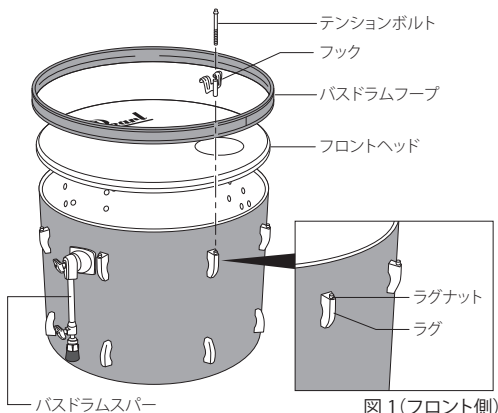

図1(フロント側)
1. バスドラムのフロント側(バスドラムスパーのついている方)を上にしてシェルを床に置き、パール・ロゴのあるヘッドをかぶせ、バスドラムフープをのせます(図1)。
2. フックにテンションボルトを通し、バスドラムフープにフックを引っかけ、ラグのラグナットにネジ込んでヘッドにテンションをかけます(図1)。